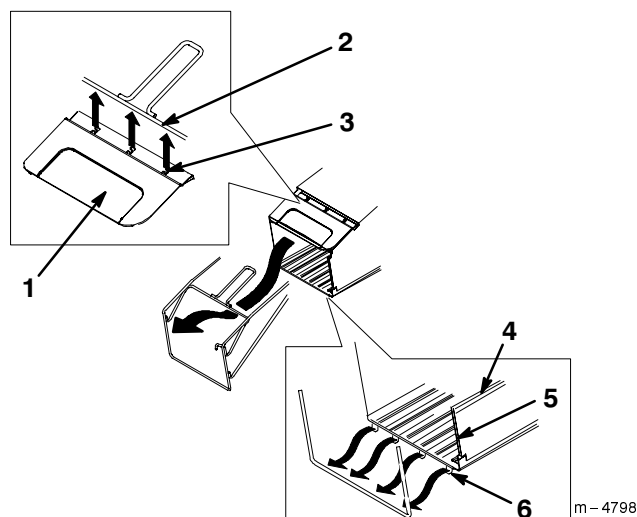

Figure 5
3. Enfoncer la barre supérieure de l'armature dans les trois clips de fixation du couvercle du sac jusqu'à ce qu'elle s'y loge avec un déclic, comme illustré à la Figure 5.
4. Insérer l'armature du sac dans les deux gaines latérales et les deux gaines supérieures du sac de ramassage, comme illustré à la Figure 5.
5. Enfoncer la barre inférieure d'armature dans les quatre clips de fixation de la base du sac jusqu'à ce qu'elle s'y loge avec un déclic, comme illustré à la Figure 5.